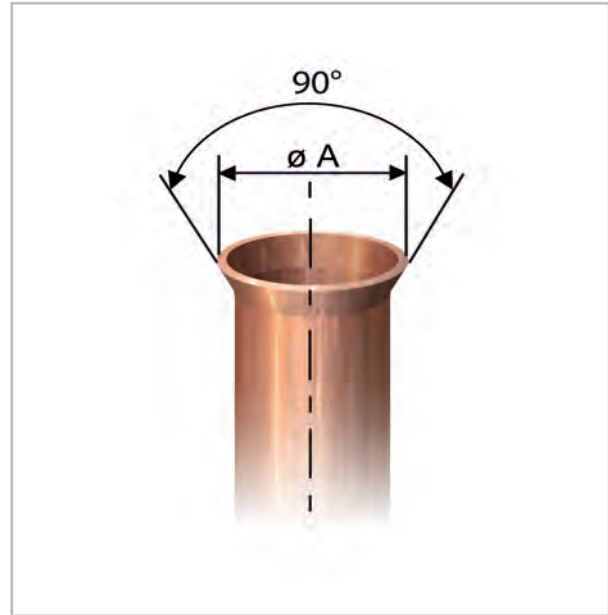

Abb. 20: Korrekte Bördelform
9. ➤ Überprüfen Sie, ob der Bördel eine korrekte Form aufweist (Abb. 20).